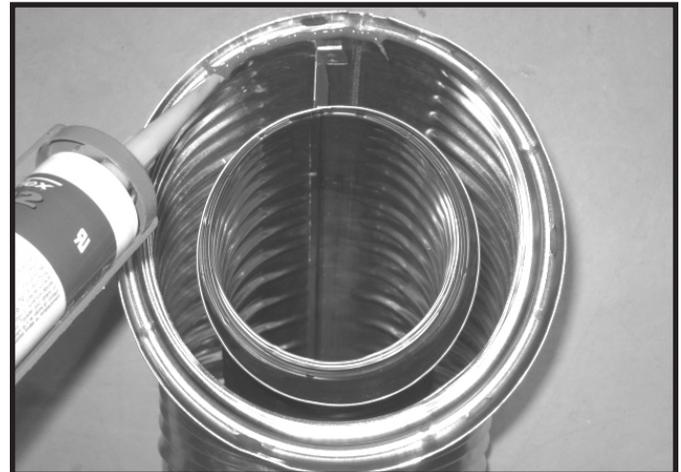

Figure 7.1 Scellant silicone à haute température
- Appliquez une bande de silicone (procurant un degré minimum d'exposition continue de 150 °C (300 °F) dans le joint femelle du conduit extérieur avant de relier les sections. Voir la figure 7.1. **OU**